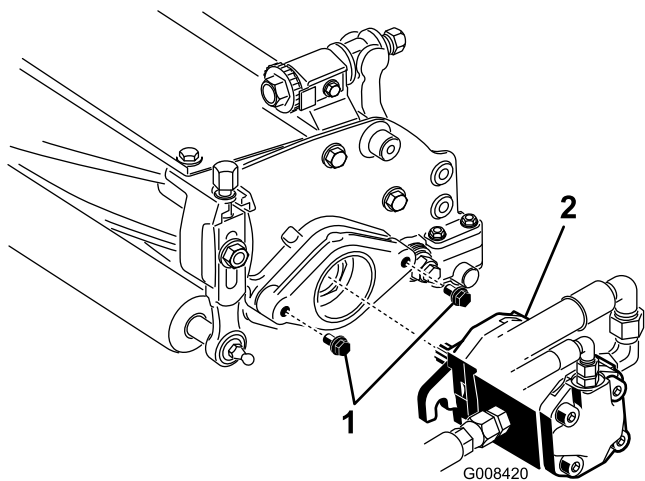

Figura 11
7. Asegúrese de que quedan aproximadamente 13 mm de rosca a la vista en cada perno de montaje del motor del molinete (Figura 11).
8. Recubra de grasa limpia el eje del motor e instale el motor girándolo en el sentido de las agujas del reloj de manera que las bridas del motor no choquen con los pernos. Gire el motor en el sentido contrario a las agujas del reloj hasta que las bridas se enganchen en los pernos (Figura 11).
9. Apriete los pernos de montaje (Figura 11).